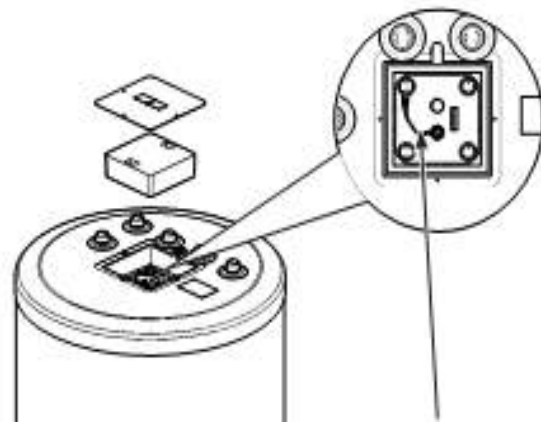

Рис.9 Монтаж датчика температуры
- снять крышку и изоляцию, поместить датчик в отверстие согласно рис.9